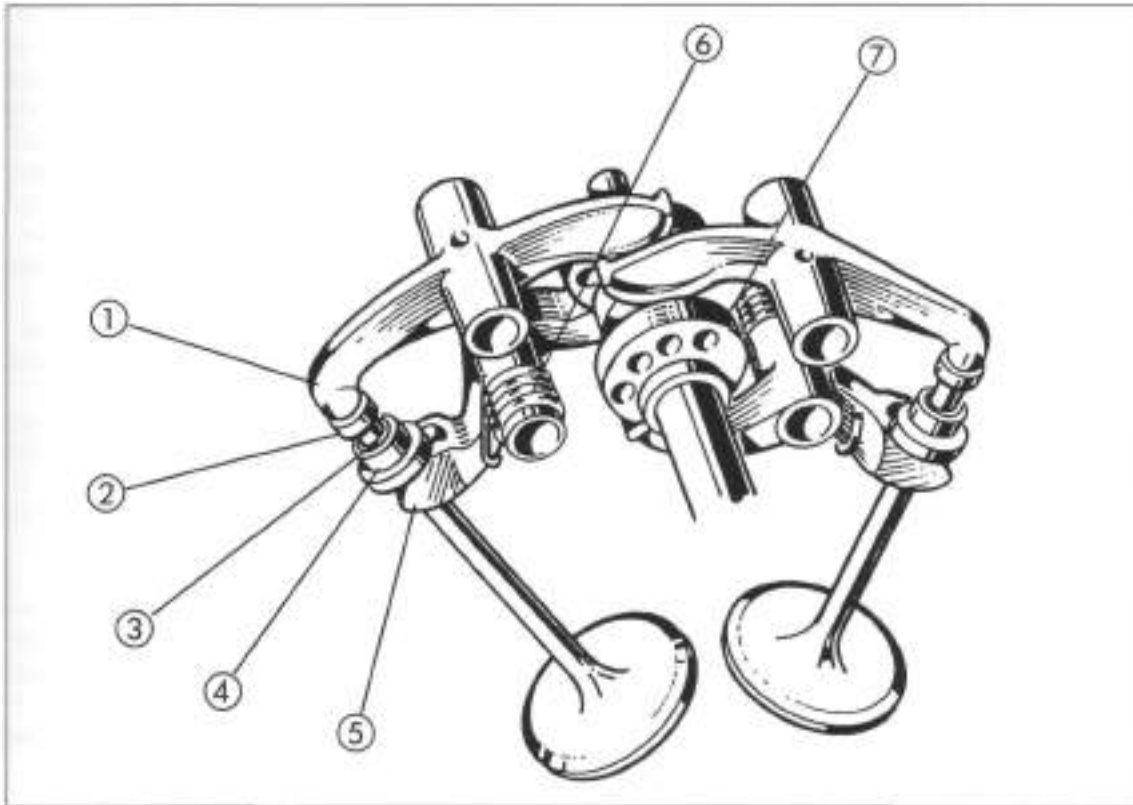

Bild 27
Spiel zwischen gegabeltem Schliesser und Einstellhülse (Bild 27) erfüllen. Hülse darf praktisch kein messbares Spiel aufweisen und muss frei drehbar sein. Dabei von Hand oder mit dem passenden Schraubendreher gegen die Hilfsschliesserfeder drücken, um «Messergebnis» nicht zu verfälschen.
- Ventilschaft anheben und mit flacher Wäscheklammer (Eigenbau-Spezialwerkzeug) am Abtauchen in Brennraum hindern. Hülse nach unten drücken, damit Federhalbringe (3 Bild 27) freikommen und entnommen werden können. Hülse abziehen.
- ☞ Auf richtigen Sitz der Federhalbringe in Einstellhülse 1 Bild 27 achten.